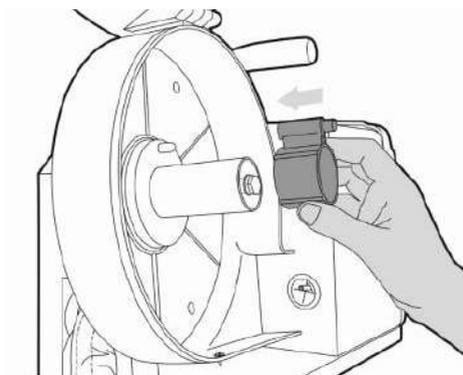

Рис. 8.4.4. Установка адаптера.
1. Установите адаптер для катушки, совместите отверстие адаптера и фиксатор катушки (см. рис. 8.4.4).